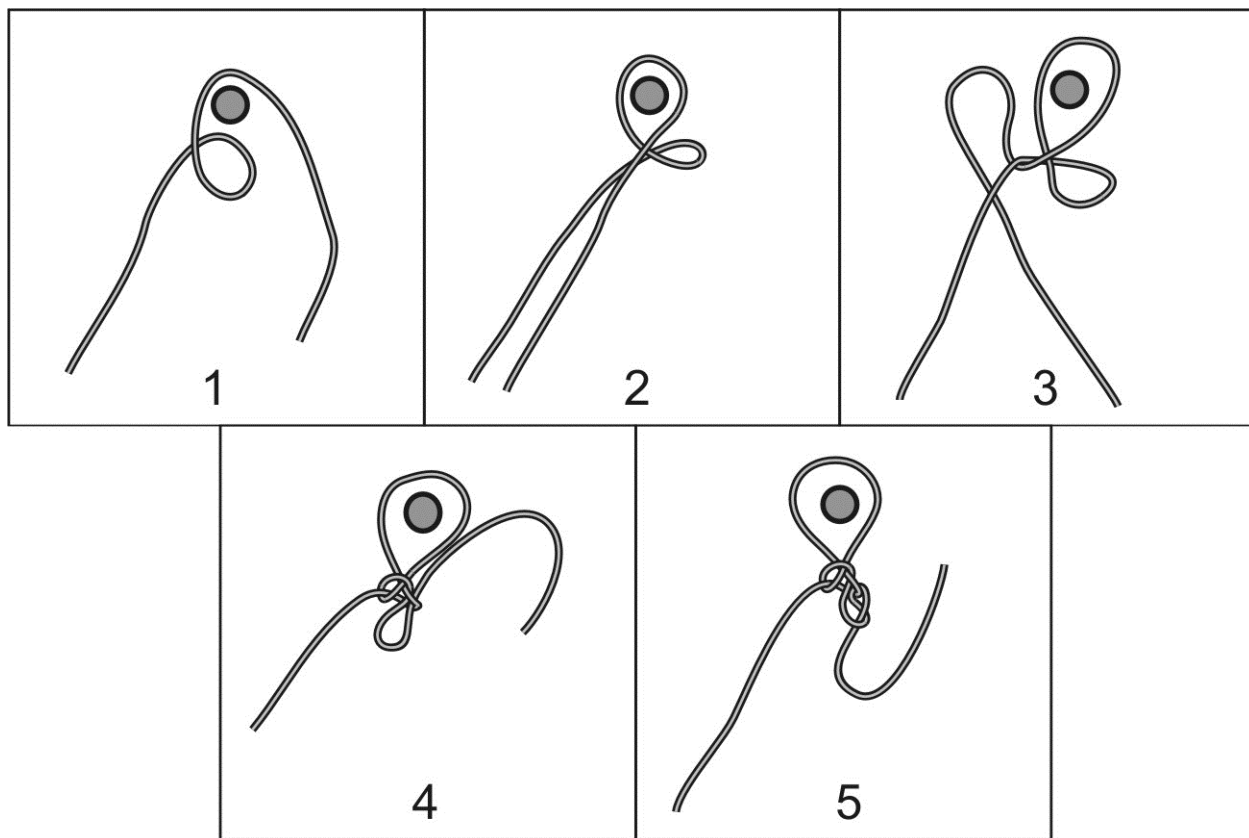

Рисунок 16
29.2.1. «Пожарный» узел (рисунок 16).